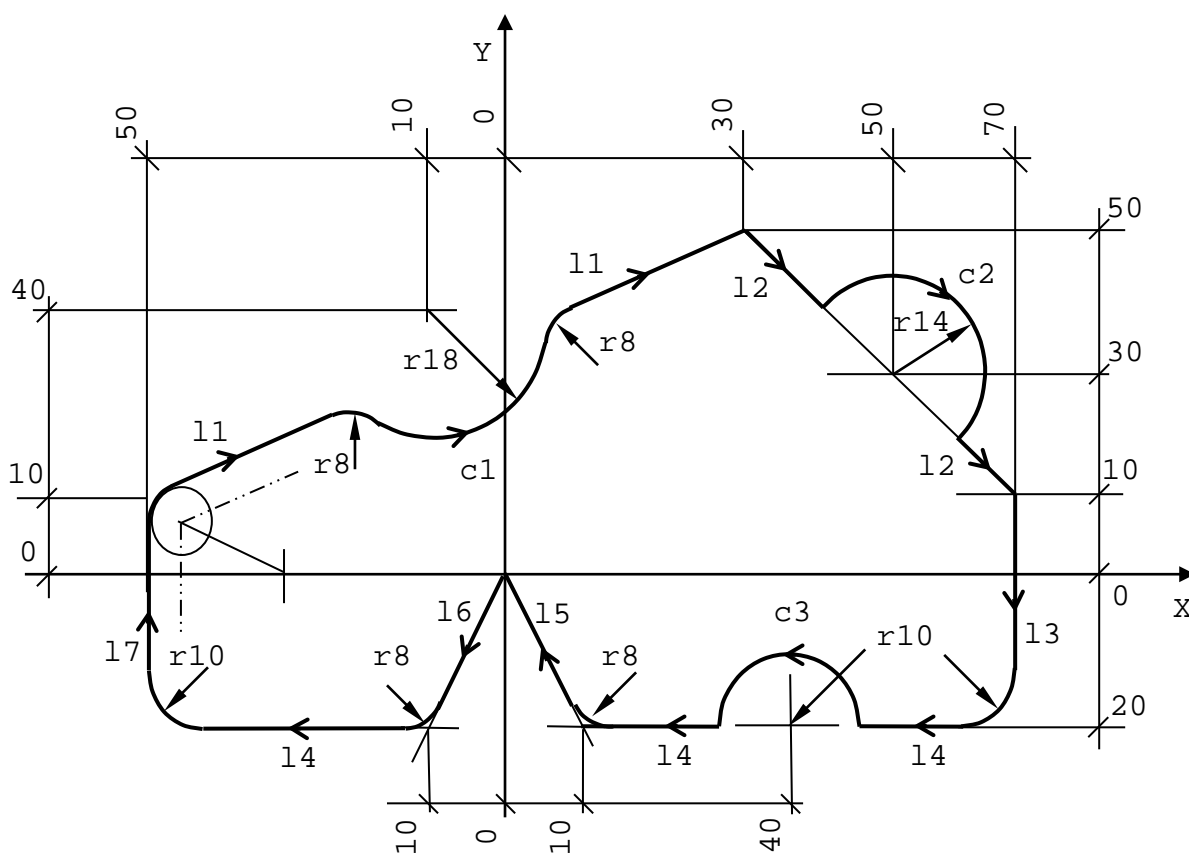

Рисунок 2.107
**Пример 2** (см. рисунок 2.107):